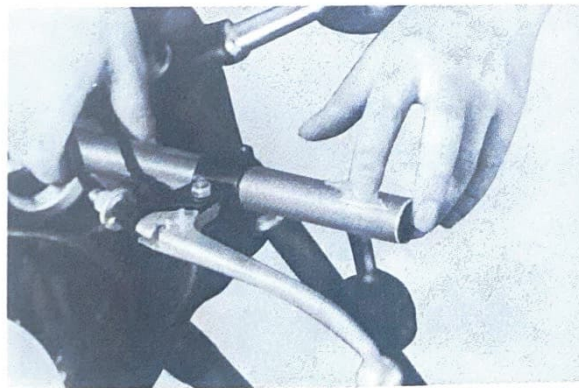

Fig. 13
2. Grease the right end of the handlebar and the throttle grip end housing, and install the handle grip. (Figs. 13, 14)
2. Graisser l'extrémité droite du guidon, ainsi que l'intérieur de la poignée des gaz, et installer cette dernière. (Figs. 13 et 14)